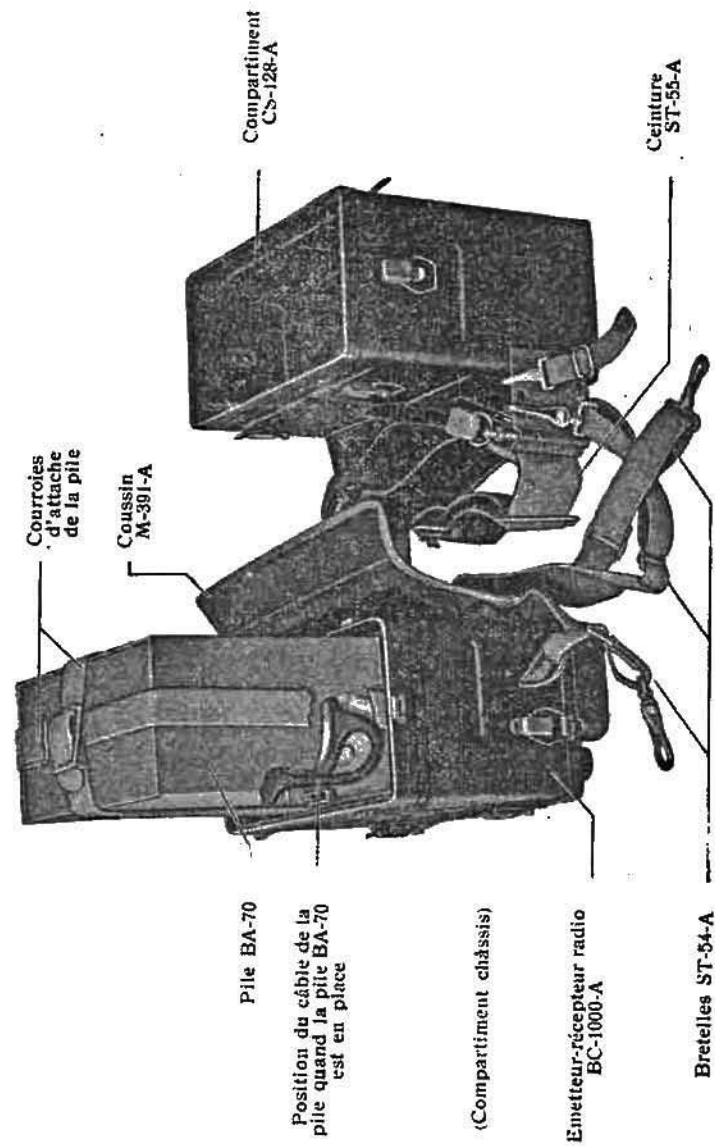

Fig. 12. — Vue de l'ensemble démonté, montrant la pile BA-70 en place.
- Lever la pile (avec le câble d'alimentation connecté) et la déposer doucement, tête en bas, sur le fond du compartiment-châssis renversé. Le câble d'alimentation doit être glissé entre la pile et le poste lui-même en formant une grande boucle, comme il est indiqué à la figure 12. La pile doit être centrée et alignée sur le compartiment du poste. Eviter d'endommager le rebord et le joint du compartiment-châssis. Procédez avec soin.
- Fixer fermement la pile au compartiment-châssis, par les courroies prévues à cet effet comme indiqué à la figure 12.